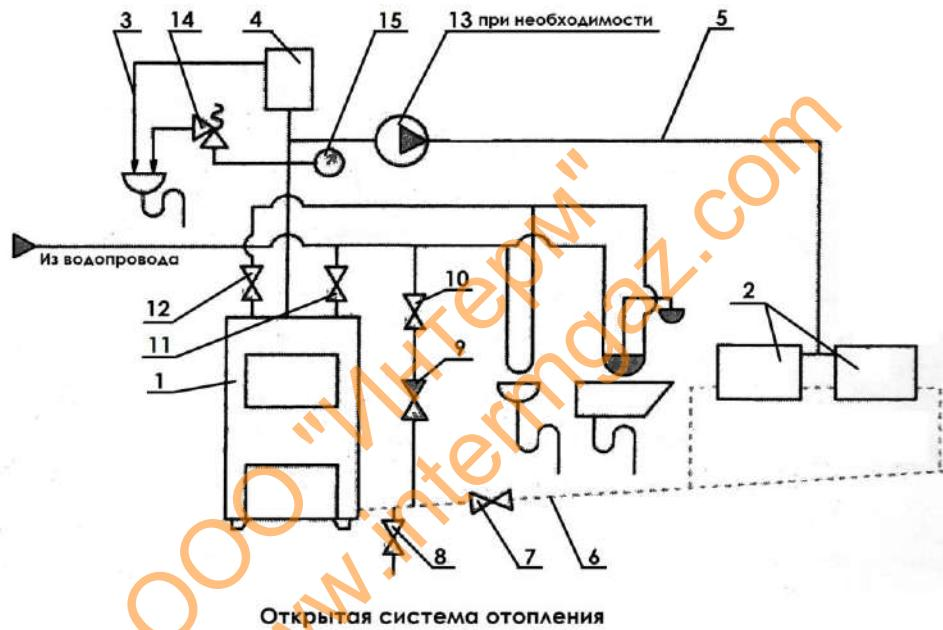

Рис.33 Схема системы отопления
11.2 В зимнее время, если потребуется прекратить топку на срок свыше суток, необходимо, во избежание замерзания, полностью освободить систему отопления от воды. Система отопления освобождается через спуск воды 8 (рис.33).